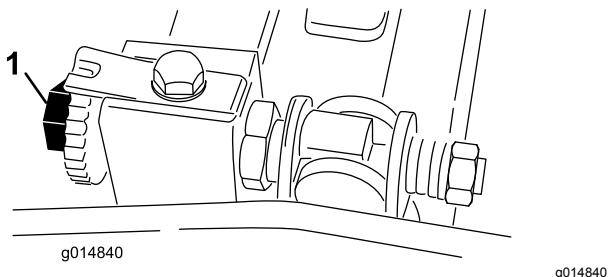

Bild 47
3. Drehen Sie die Spindel so, dass ein Messer die Untermesserkante zwischen den Köpfen der ersten und zweiten Untermesserschraube an der rechten Seite der Schneideeinheit überquert (**Bild 47**).
6. Drehen Sie die Einstellschraube des rechten Untermesserträgers, bis Sie einen leichten Druck (d. h. Widerstand) an der Beilagscheibe spüren, indem Sie sie von einer zur anderen Seite verschieben (**Bild 47**).